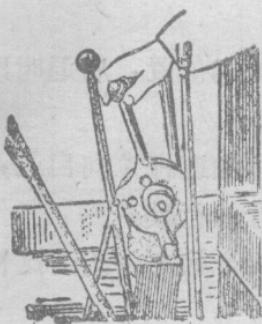

图 9 柴油机发动时加速杆的位置
20. 关閉減压装置（減压杆放在“发动”位置），温热柴油机几分鐘。之后，打开減压装置（減压杆拉回“起动”位置），然后将加速杆的止动銷拔出，将加速杆从原位向自己方向拉动一平行行程使其开始供油（图 9）。